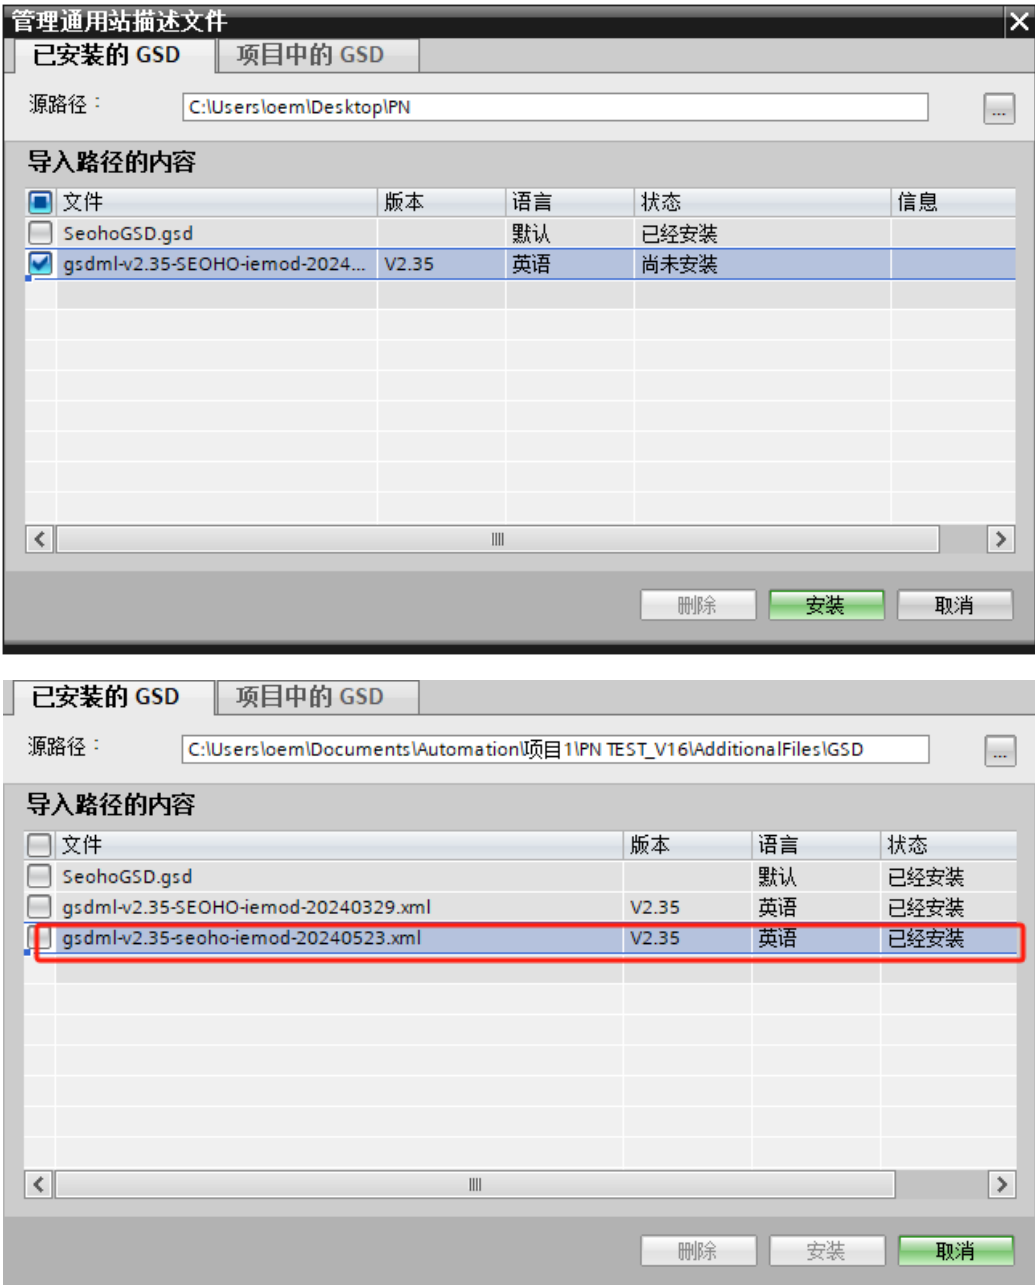

图 2.4.1 安装GSDML 文件 (“SeohoGSD”)
- 步骤4: 如图 2.4.1选择安装“SeohoGSD.XML”。